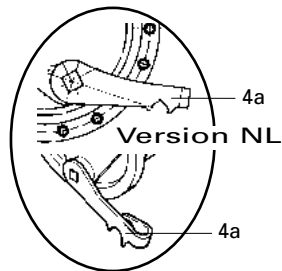

fig. 3
- Forhjulet placeres, idet bremsepladens øvre ende (10) indføres i loddefligen eller spændbåndet (8) ved gafflen; navakslen lægges til anlæg i gaffelenden.
- Skiverne (ikke illustreret) sættes på akselenderne og akselmøtrikkerne (1) tilspændes med moment 30 ... 40 Nm.
- Trækwiren med gaffelstykke (5) indhænges på bremsearmen (4).
- Er tromlebremsenavet en NL-model (med arm 4a), anvendes udelukkende original Holland-bremsewire (gaffelstykket (5) kan ikke bruges) (fig. 3))